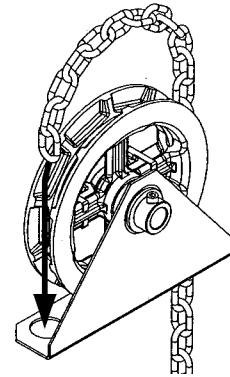

Figure 10 - Installation de la chaîne sur le palan
1. Passer la chaîne dans le palan et le guide, voir Figure 10.